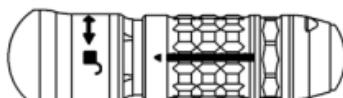

Figure 1
- Utiliser une brosse pour nettoyer délicatement les parties canulées de l'accessoire immergé dans une solution de nettoyage. Utiliser la BNA pour tous les accessoires, sauf pour le MA-D20-G1 et les manchons à paliers des accessoires à accès minimum. Utiliser la BNPD pour le MA-D20-G1 et les manchons à paliers d'accessoires à accès minimum. Si l'accessoire est muni d'un manchon de déverrouillage (Figure 1), déplacer le manchon et brosser la surface exposée.
- Manipuler toutes les pièces mobiles comme les manchons de déverrouillage (Figure 1).